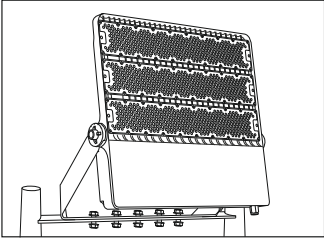

Рис. 2
- 5.12 Надежно закрепите осветительный прибор на опорной конструкции (рис. 2). **Внимание!** Обязательно использовать все 5 точек крепления (отверстий), после чего надежно затянуть боковые винты (рис. 2).